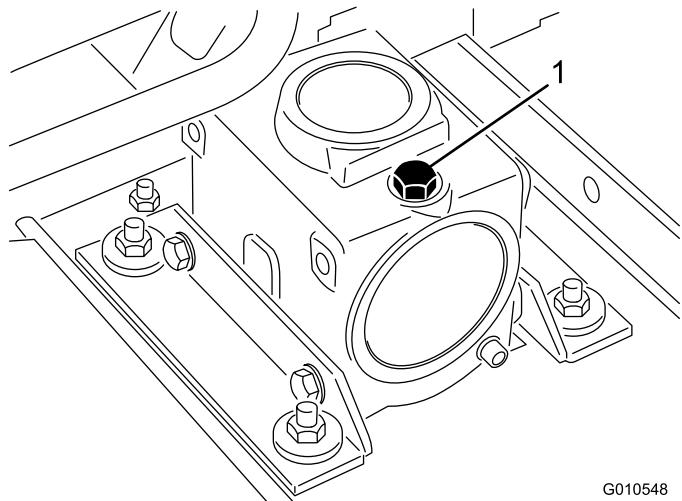

Figura 6
2. Retire a vareta/tampão de enchimento da parte superior da caixa de velocidades (Figura 6) e verifique se há lubrificante entre as marcas da vareta. Se o nível de lubrificante estiver baixo, adicione lubrificante suficiente até o nível ficar entre as marcas.